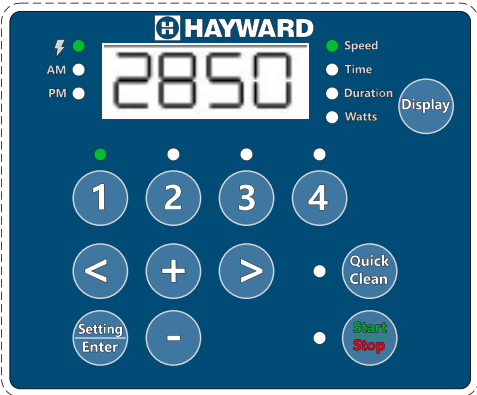

Bild 3
2. Tryck på "1". LED-lampan för SPEED 1 och LED-lampan för parametern "Speed" (hastighet) blinkar medan du gör ändringar. **Se bild 3.**